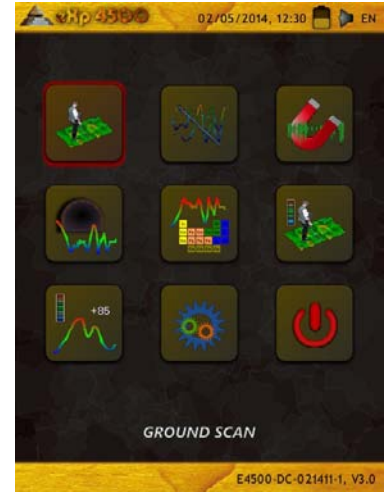

Ilustración 7.21: Mineral Scan
(3) Montar el eXp 4500 y adjuntar el Super Sensor.
(4) Inicie el eXp 4500 y seleccione "Mineral Scan" en el menú principal (vea la ilustración 7.21).